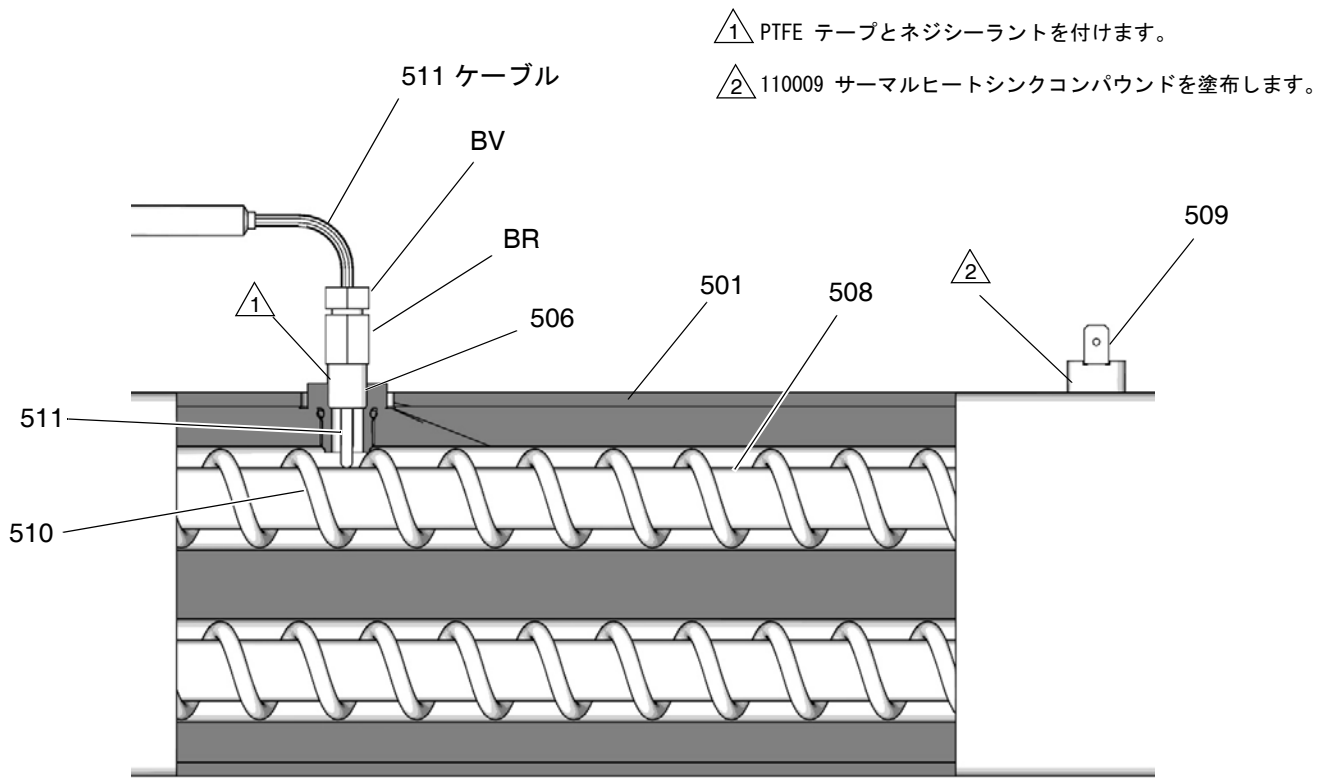

図 69: 熱電対
- 熱電対ケーブルを電気エンクロージャ (C) から取り出します。ワイヤーは同じように配線する必要があることに注意してください。
- 図 69 を参照してください。フェルルナット (BV) を緩めます。熱電対 (511) をヒーターハウジング (501) から取り外し、次に熱電対ハウジング (BR) を取り外します。ミキサー (510) を取り外す必要がない限り、電熱対アダプタ (506) は外さないでください。アダプタを外す必要がある場合、ミキサー (510) がアダプタを交換する時に邪魔にならないことを確かめます。
- 熱電対を交換します。図 69 を参照してください。
- 熱電対 (511) チップから保護テープを外します。
- PTFE テープとネジシーラントを雄ネジに適用し、熱電対ハウジング (BR) をアダプタ (506) に締め付けます。
- チップがヒーターエレメント (508) に接触するように、熱電対 (511) を押し込みます。
- 熱電対 (511) とヒーターエレメントの位置を保ったまま、フェルルナット (BV) を締め付けた後、さらに 1/4 回転締めます。
- 熱電対の配線を電気エンクロージャ (C) に差し込み、前と同様に束にして通します。基板に配線を再接続します。
- ヒーター A および B を同時にオンにし、テストします。温度上昇は同じ速度になっている必要があります。一方のヒーター温度が低い場合は、フェルルナット (BV) をゆるめ、熱電対 (511) の先端がエレメント (508) に接触するように熱電対ハウジング (BR) を締めます。